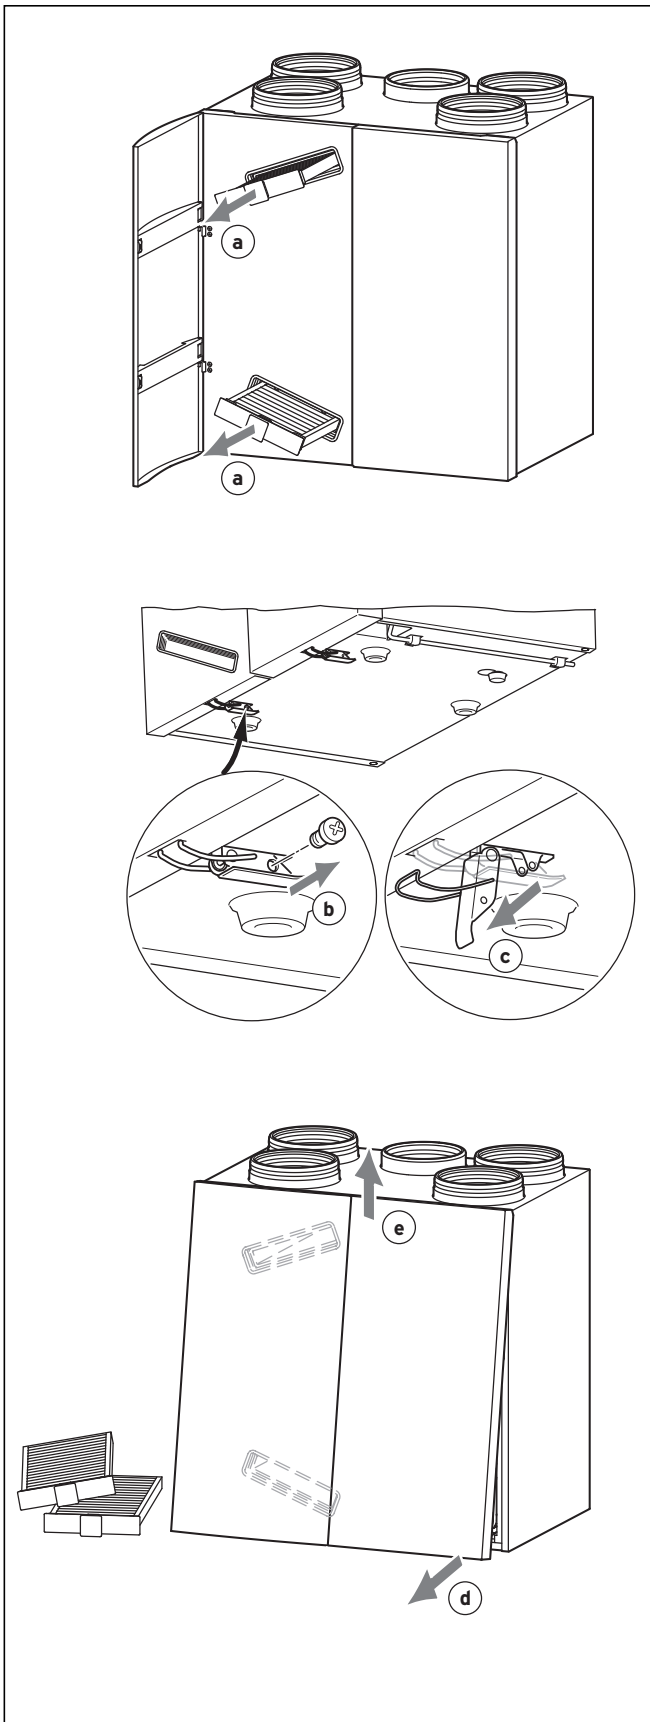

Fig. 4.9 Åbne og lukke ventilator til opholdsrum
- Tag begge filtre ud af enheden, og luk derefter lågen (fig. 4.9, pos. a).
- Løsn sikringsskruen på venstre snaplås på undersiden af enheden (fig. 4.9, pos. b). Derefter åbnes begge snaplåse (fig. 4.9, pos. c).
- Træk undersiden af forreste kabinetdel hen mod Dem selv (fig. 4.9, pos. d).
- Løft forreste kabinetdel ud af enheden over fastgørelsespunkterne (fig. 4.9, pos. e).